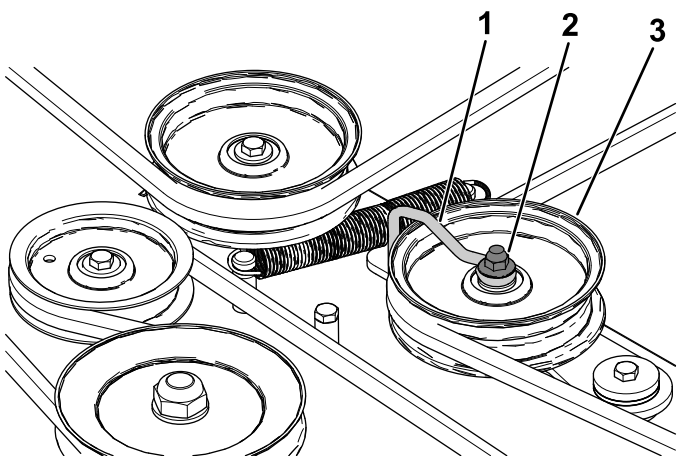

Bild 61
6. Lösen Sie die Mutter, mit der der Drahtbügel an der Spannscheibe befestigt ist (Bild 61).
10. Ziehen Sie die Mutter fest, mit der der Drahtbügel an der Spannscheibe befestigt ist (Bild 61).
**Hinweis:** Positionieren Sie den Drahtbügel gegen den Spannarm, wie in Bild 61 dargestellt.